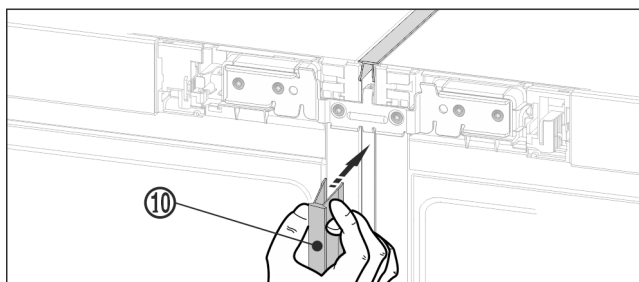

Fig. 21
- Suruge esiküljel pikk katteliist Fig. 21 (10) vertikaalsesse pilusse. Pöörake tähelepanu sellele, et liist toetub ühendusplekile.